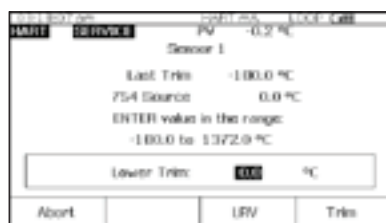

Figura 14.
5. Si la prueba Valor encontrado no se realizó correctamente (es decir, si hubo errores resaltados en la tabla de resumen de errores), será necesario realizar un ajuste. Pulse la tecla programable **Adjust** (Ajustar). Seleccione **Sensor Trim** (Ajustar sensor) y pulse **ENTER**. Seleccione **Perform user trim – both** (Realizar ajuste de usuario - ambos) y pulse **ENTER**. La pantalla del calibrador 754 tendrá el mismo aspecto que la Figura 14.